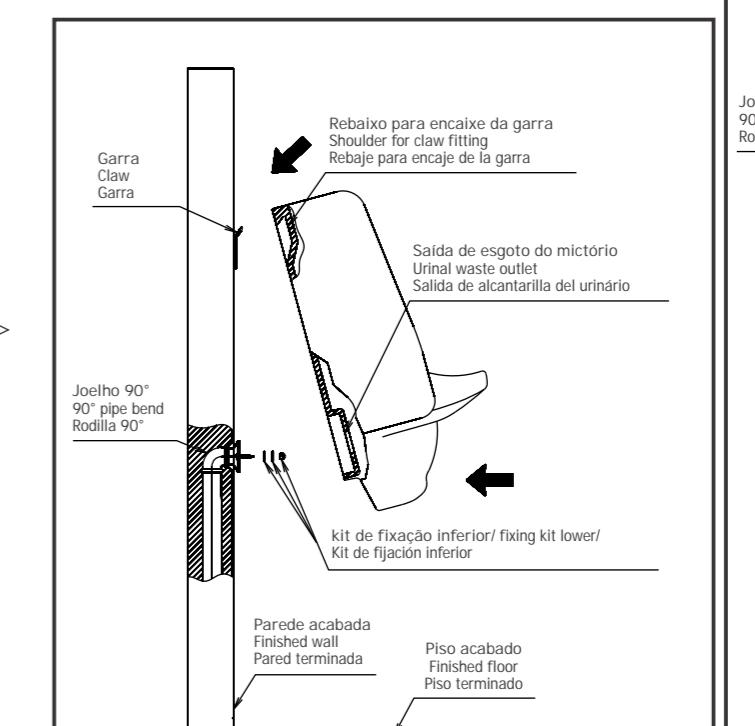

Fig. 6
9) - Encaixar o mictório nas garras e nos prisioneiros da flange instalada na parede, ajustando-os aos furos oblongos do mictório. (conforme fig. 6).
- Set the urinal onto the claws and the flange studs installed on the wall, adjusting the urinal oblong holes as needed. (As shown in fig. 6).
- Encajar el urinario en las garras y en los tornillos presos de la brida instalada en la pared, ajustándolos a los agujeros oblongos del urinario. (conforme fig. 6).